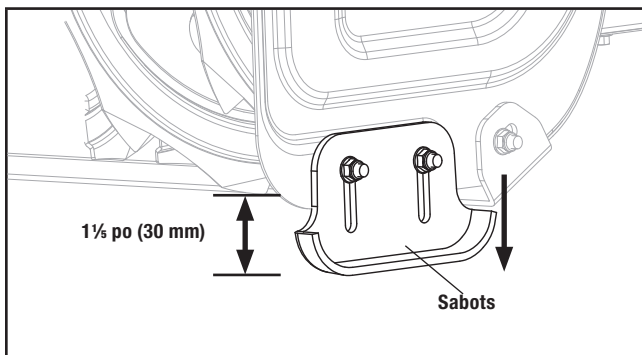

Figure 15B
- Sur un terrain inégal, p. ex., sentiers en gravier, les sabots devraient être réglés à environ $1\frac{1}{2}$ po (30 mm) (la distance entre la tarière et le sol) (figure 15B).